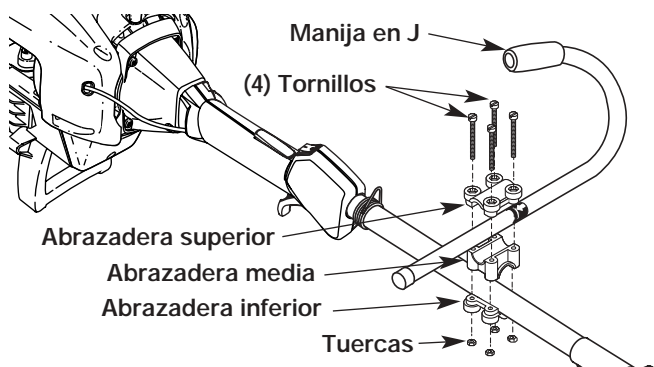

Fig. 1
2. Coloque la manija en J entre la abrazadera superior y la abrazadera media (Fig. 1).